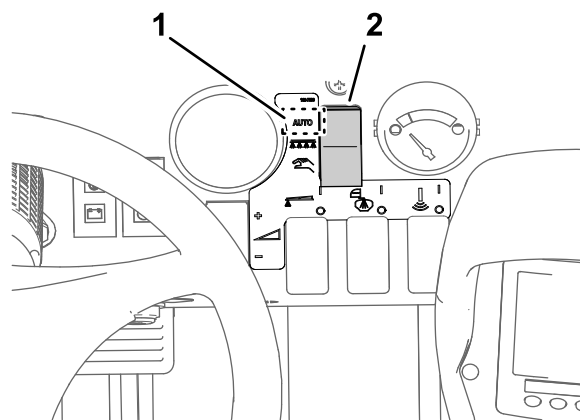

Figura 40
3. Mueva el interruptor del modo de fumigación al Modo de caudal de aplicación (**Figura 40**).